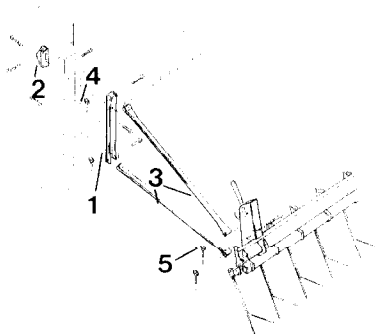
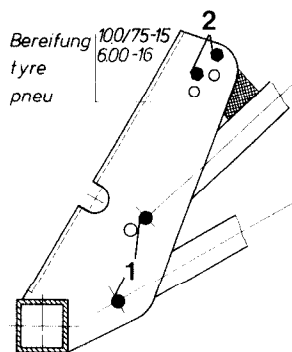

Fig. 31
Fig. 32
- fastgør den øverste holder (fig. 31/1) med forstærkningsvinklen (fig. 31/2) på såkassen
- efterharven fastgøres til de 2 rørstykker (fig. 31/3) med to bolte, se fig. 32/1, og forsynes med splitter (fig. 31/5).
- Trykudligningsfjederen skal på D7/E monteres som vist i fig. 32/2.
- På den øverste holder (fig. 31/1) fastgøres de 2 rørstykker (fig. 31/3), der nu sidder fast på efterharven, med bolte og sikres med splitter (fig. 31/4).